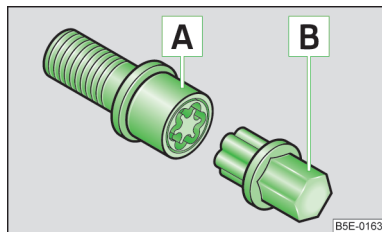

Fig. 180
- Introduceți adaptorul [\[B\]](#) » fig. 180 cu partea zimțată până la limită pe dantura interioară a șurubului antifurt [\[A\]](#), astfel încât să se mai vadă doar partea sa hexagonală.